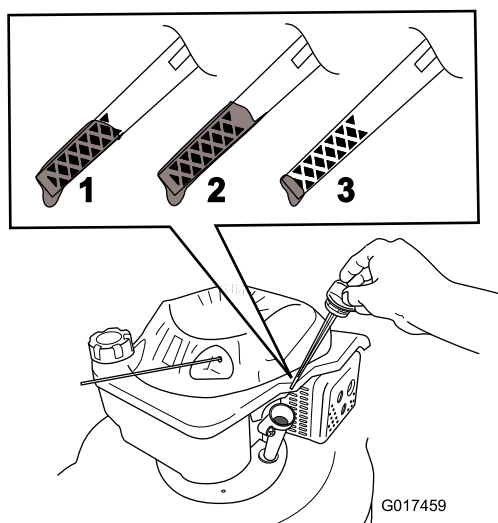

Figura 13
2. Retire la varilla (Figura 13).
5. Retire la varilla y observe el nivel de aceite; consulte Figura 13.